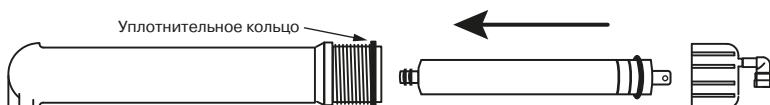

Рис. 13
4. Достаньте мембрану из пакета и установите ее в колбу (направление установки: двумя резиновыми кольцами — внутрь колбы, см. **рис. 13**), предварительно смазав резиновые уплотнения мембранны тонким слоем силиконовой смазки.